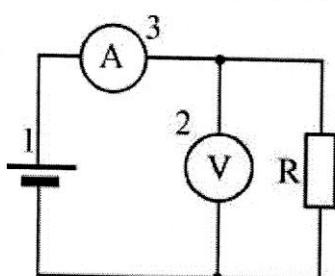

Рис. 3.1. Электрическая схема:
1. **Технический метод** осуществляют по схеме, приведённой на рис. 3.1.
1. Переключатель рода работ мультиметра 2 (рис. 3.1) перевести в положение «**V...**» и установить предел измерения «**20 В**», мультиметра 3 – в положение «**A...**» и установить предел измерения «**200 мА**».